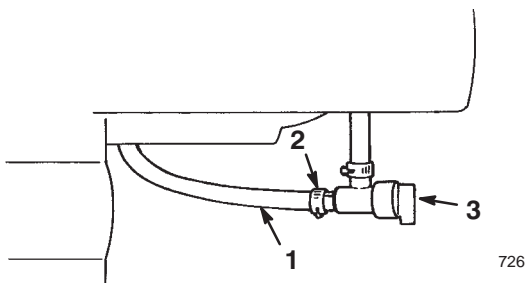

Figure 19
4. Ouvrez le robinet d'essence situé au-dessous du réservoir de carburant (Fig. 19).
5. Fermez le robinet d'essence (Fig. 19).